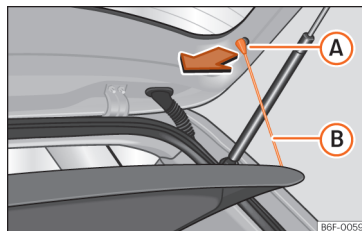

Fig. 177 În portbagaj: demontarea și montarea copertinei.
- Detașați chingile » » » **fig. 177** (B) din cârlige (A).
- Atașați chingile de fixare » » » **fig. 177** (B) pe hayon.